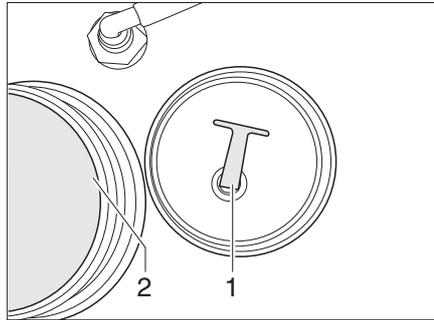

Bild 150 Wassertank
- Verschlussdeckel (Bild 150,2) am Wassertank abschrauben.
- Den Verschluss-Stopfen (Bild 150,1) aus der Ablassöffnung heraus-schrauben. Das Wasser läuft ab.